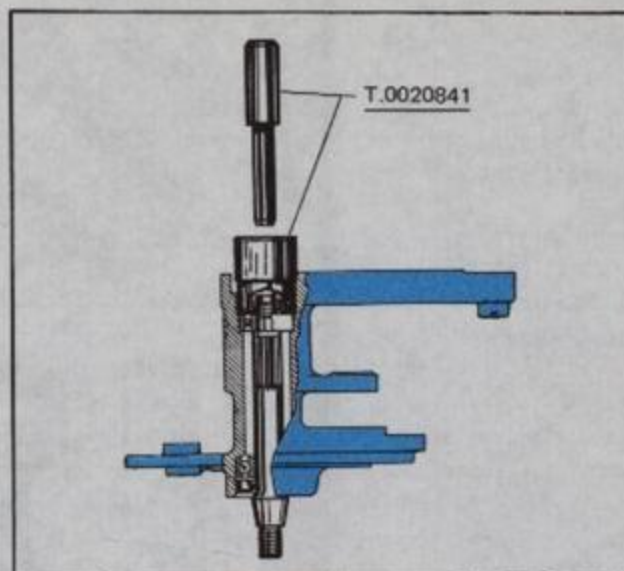
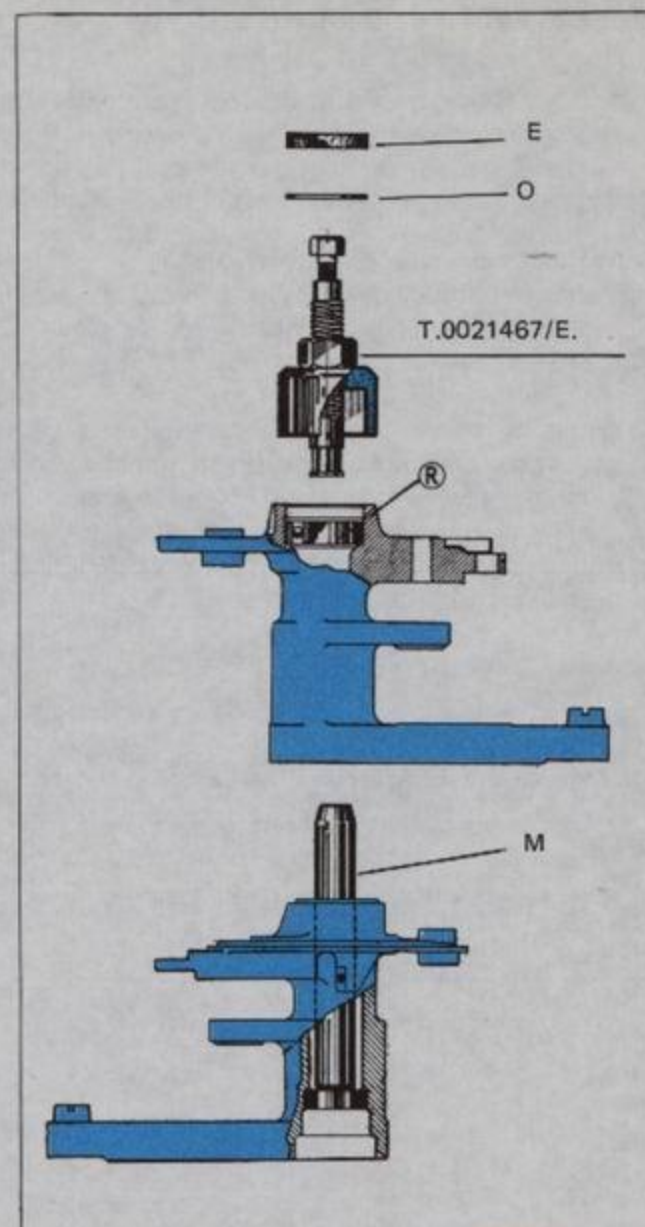

Fig. 51
Fig. 52
Con el útil T. 0020841 sacar el eje, según se indica en la fig. 51. Se procederá a desmontar el rodamiento contrario (R) con el útil T. 0021467, equipado con los particulares 8 y 9; anteriormente haber desmontado el retén (E) con la extremidad del destornillador y extraer el anillo de sujeción (O) con los alicates respectivos (Fig. 52).